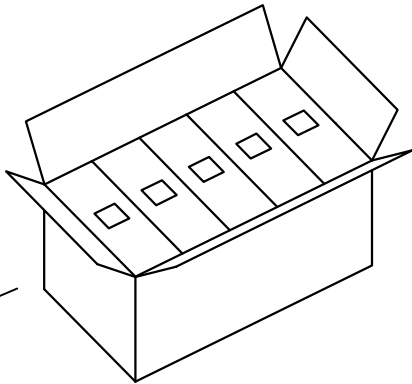

图4 外箱
- 3: 如图4，每外箱装10内盒，数量为10X (3X500pcs)。